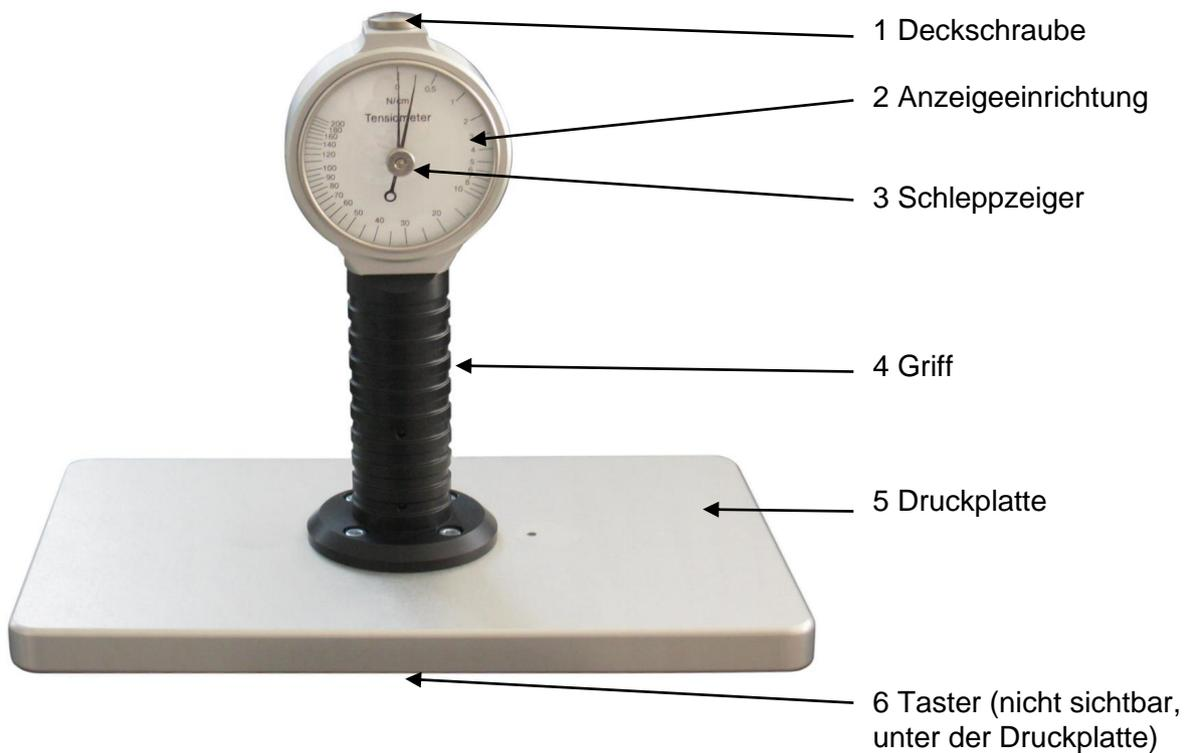

ABB. 1 FRONTANSICHT
- Schrauben Sie die Deckschraube (1, Abb. 1) ein.
- Drehen Sie den Schleppzeiger (3, Abb. 1) mit dem Rändelrad auf "0" zurück.